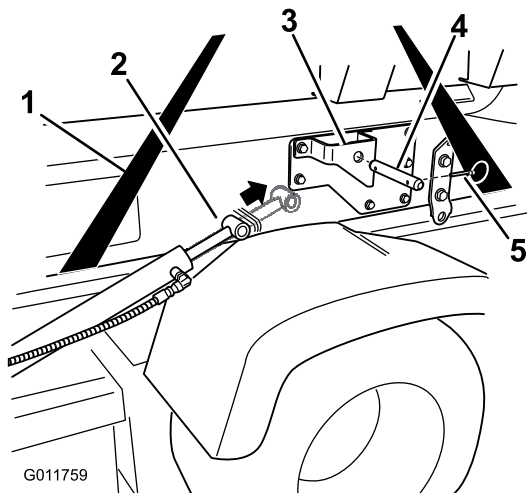

Figura 20
4. Extienda los cilindros de elevación hasta los soportes del patín del depósito. Alinee los brazos de los cilindros con los taladros de los soportes de los patines del depósito (Figura 20).